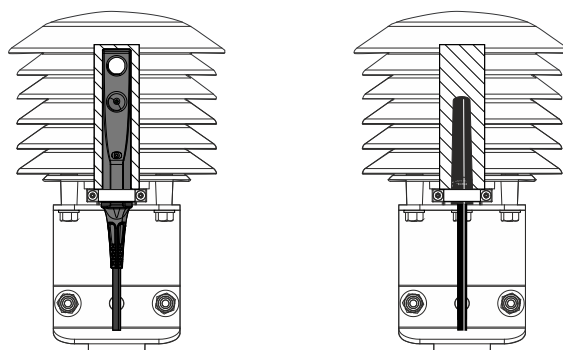

Abbildung 1
**Schritt 2:** Schieben Sie den Sensor komplett in den Strahlungsschutz hinein. Achten Sie darauf, dass der Sensor so weit wie möglich hineingeschoben wurde. Siehe Abbildung 1.